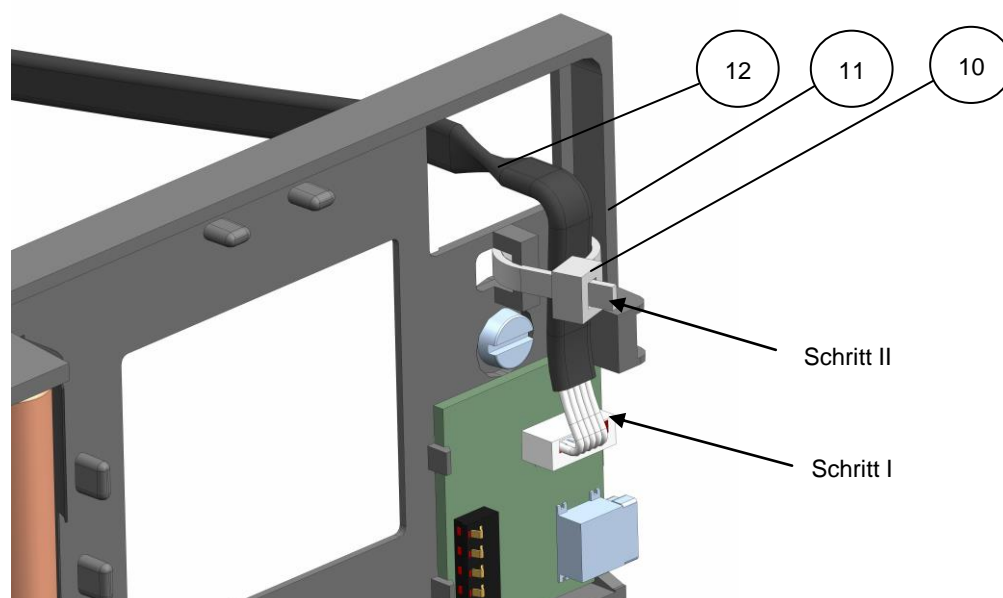

Abbildung 19: Verbindungskabel von der Eingabeeinheit zum Schloss
Verbindungskabel (12) mit dem grünen „Ministecker“ (JST 5-polig) auf der Leiterplatte des Basisteils (11) aufstecken (siehe Abbildung 19, Schritt I).
Das Verbindungskabel (12) nun wie in Abbildung 19 Schritt II dargestellt mit dem Kabelbinder (10) als Zugentlastung fixieren.